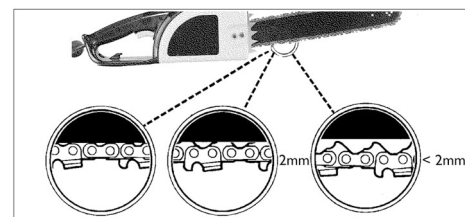

Fig. 4
**REMARQUE:** Au bout de cinq sessions seulement, une chaîne et un guide neufs nécessiteront un nouveau réglage. Ceci est normal pendant la période initiale et l'intervalle entre les réglages futurs se prolongera rapidement (Fig. 4).
**ATTENTION:** Lorsqu'une chaîne présente TROP DE JEU ou est TROP TENDUE, le guide-chaîne et les griffes s'useront plus rapidement. Consulter la figure 4 pour obtenir plus d'informations concernant la tension à froid (A) et la tension à chaud (B) requises, ainsi que pour savoir quand votre tronçonneuse nécessite un nouveau réglage (C).
**ATTENTION:** Si la chaîne présente trop de jeu et qu'elle s'écarte de plus de 3mm lorsque vous la soulevez avec le doigt (voir Fig. 4), elle nécessite un nouveau réglage, au risque de dépasser le temps d'arrêt limite.